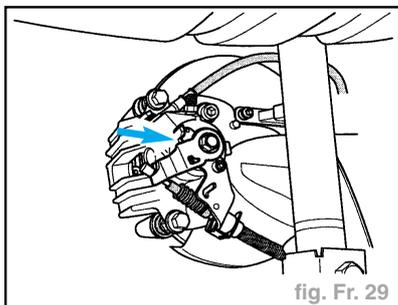

fig. Fr. 29
- Serrer l'écrou de rattrapage jusqu'à ce que les leviers sur les étriers se détachent des butées (fig. Fr. 29).